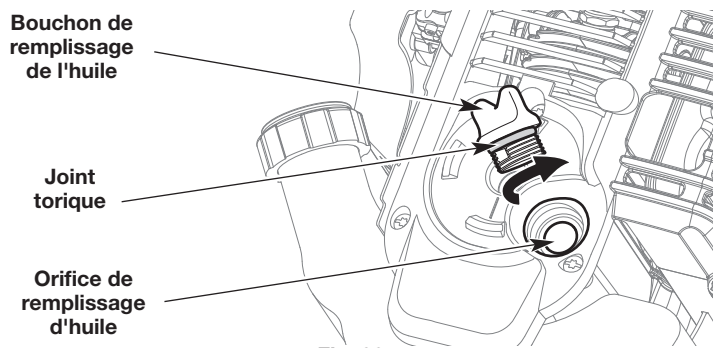

Fig. 26
3. Nettoyez la zone autour du bouchon de remplissage (Fig. 26) pour empêcher des débris d'entrer dans l'orifice de remplissage d'huile (Fig. 26).
7. Assurez-vous que le joint torique est en place sur le bouchon de remplissage d'huile (Fig. 26).
1. Nettoyez la zone autour du bouchon de remplissage (Fig. 26) pour empêcher des débris d'entrer dans l'orifice de remplissage d'huile (Fig. 26).